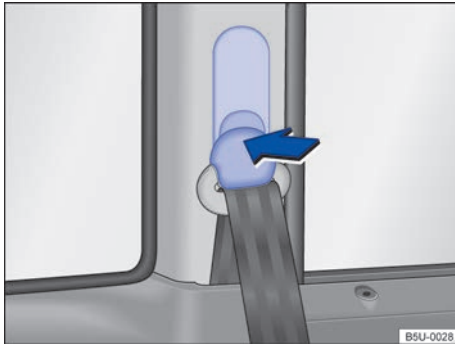

Fig. 14 Junto a los asientos delanteros: regulador de la altura del cinturón de seguridad.
- Presione el dispositivo regulador en el sentido de la flecha y manténgalo presionado → **fig. 14**.